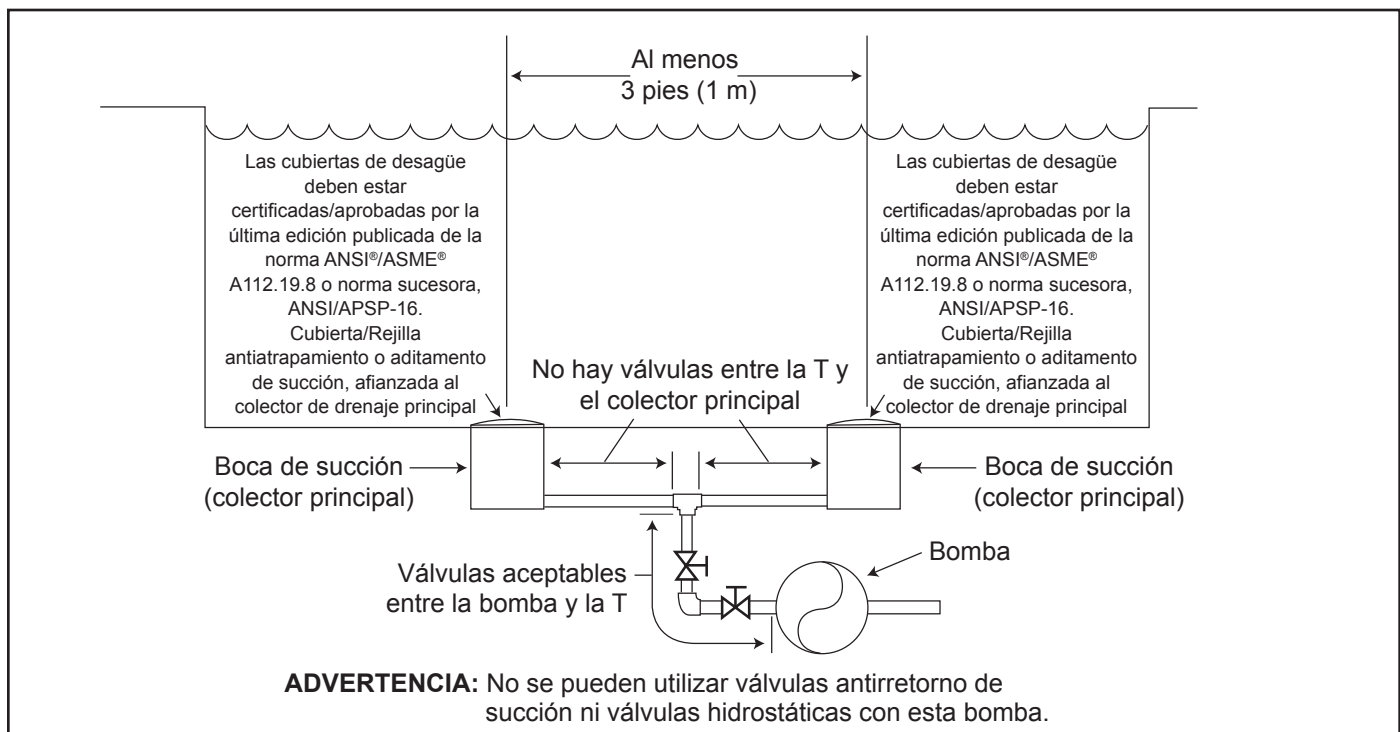

Figura 1. Número de bocas de succión por bomba
Número de bocas de succión por bomba – Deben proporcionarse al menos dos (2) tomas de succión hidráulicamente equilibradas, con sus tapas, como salidas para cada línea de succión de la bomba de circulación. Los centros de las bocas de succión (bocas de succión) en una (1) línea de succión deben estar separados por lo menos tres (3) pies (1 m) de distancia, de centro a centro. Véase Figura 1.
El sistema **debe** estar construido para incluir al menos dos (2) bocas de succión (drenajes) conectadas a la bomba siempre que la bomba esté funcionando. Sin embargo, si dos (2) tomas de succión llegan a una sola línea de succión, esta línea de succión individual puede ser equipada con una válvula que cerrará las dos tomas de succión. El sistema deberá ser construido de tal manera que no permita el cierre por separado o independiente (aislamiento) de cada uno de los drenajes. Véase Figura 1.